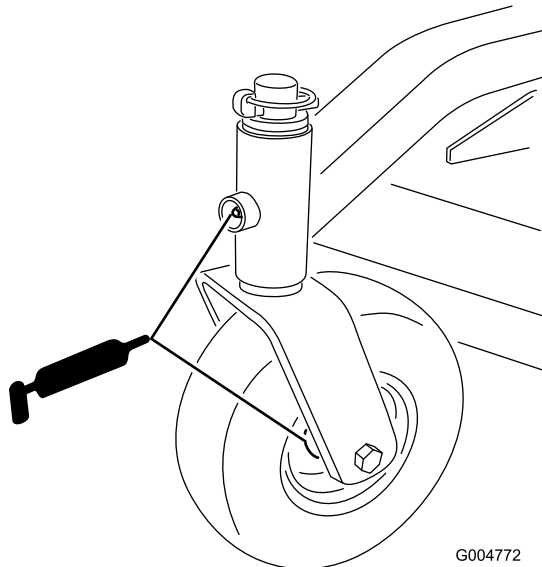

Bild 21
1. Schmier Sie die vorderen Laufradlager und die Vordergelenke ein (Bild 21).
4. Entfernen Sie den Fettdeckel vom Hinterrad. Fetten Sie das Lager am Hinterrad ein (Bild 21).